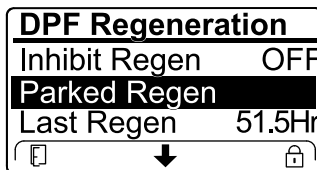

Bild 42
- Wenn der Motorcomputer eine Wiederherstellung-Regenerierung anfordert oder eine Wiederherstellung-Regenerierung ausführt und Sie auf die Option PARKED REGEN. navigieren, ist die geparkte Regenerierung gesperrt und das Schloss-Symbol (Bild 42) wird unten rechts im InfoCenter angezeigt.